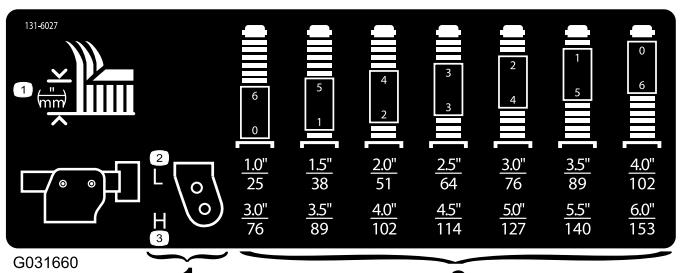

Figure 16
- Placez les essieux des roues pivotantes dans les mêmes trous sur toutes les chapes ; voir le tableau (Figure 16) pour déterminer les trous corrects pour le réglage.
- Entretoises (6)
- Remarque:** Pour déterminer les combinaisons d'entretoises requises pour les différentes hauteurs de coupe, reportez-vous au tableau (Figure 16).